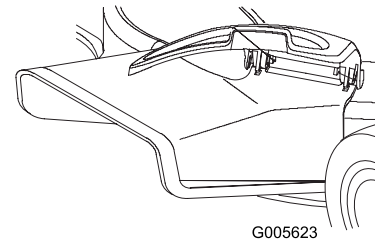

Figure 27
2. Soulever le couvercle d'éjection latérale (Figure 27).
3. Glisser l'éjecteur sur l'ouverture, en insérant les fentes de l'éjecteur sur les pattes du dessous du couvercle (Figure 27).